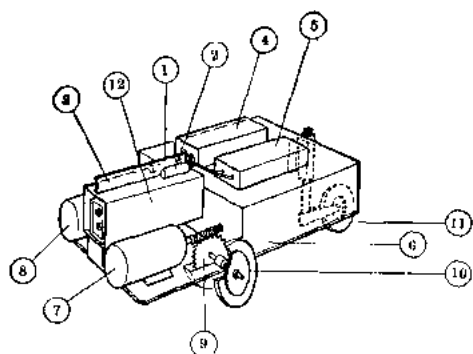

图 8-2
这个自动追光“甲壳虫”的内部结构如图 8-2 所示。图中画的是去掉了外壳的模型结构。①、②是左右两个光导管。③是中间隔光片。左右两个光导管分别接向左右两个光电控
接着可以把做好的3伏和9伏电池盒、电动机安装底板，尾轮等按图8-2和图8-3的样子焊成光电“甲壳虫”的车体。